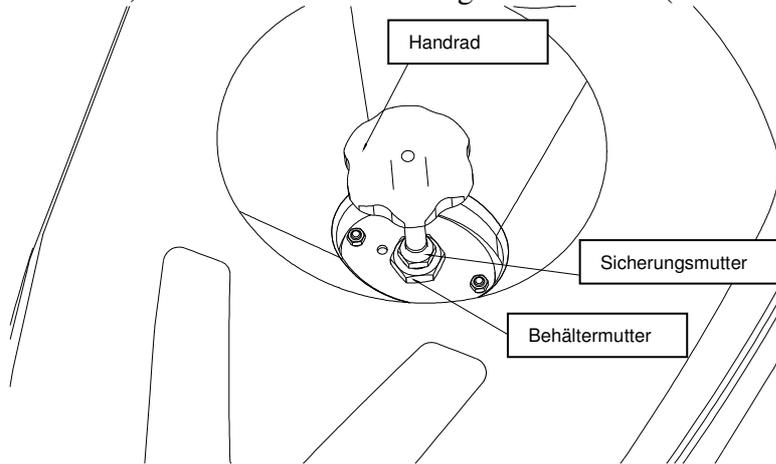

Bild 8 – Einstellung des Arbeitseingriffs
6.3.3 Einstellung des Bürsteneingriffs Bild 8
Trennen Sie vom Ventil am Behälter den Schlauch ab (nur KV-100), lösen Sie die Sicherungsmutter (siehe Bild 8) und schrauben Sie die Schraube mit dem Handrad heraus. Schrauben Sie die Schraube M6 im vorderen Teil der Verkleidung heraus (nur KV-100/Z).